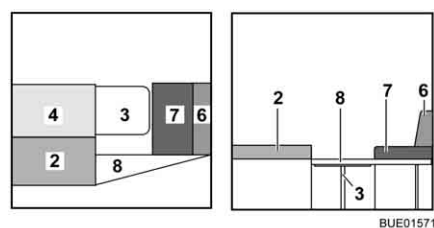

Fig. 154 Durante la transformación
- Colocar el cojín del respaldo (Fig. 154,4) junto al cojín del asiento (Fig. 154,2).
- Desplegar el apoyo del ensanchamiento de cama (Fig. 154,8) y enganchar el ensanchamiento de cama en los alojamientos en los baúles-banco.